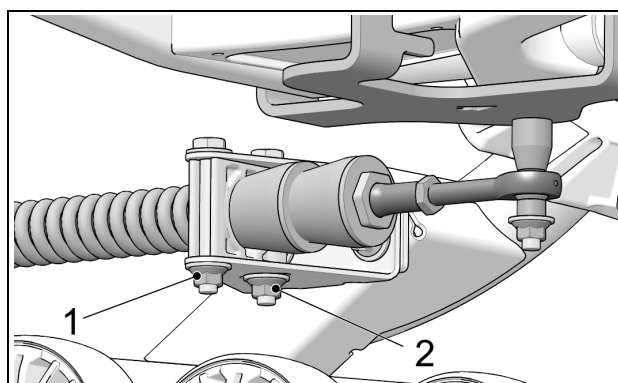

Figure 19
- Resserrer les écrous (1) et (2) de l'ancrage antirotation à un couple 50 N•m [37 lb•pi]. Voir la Figure 19.